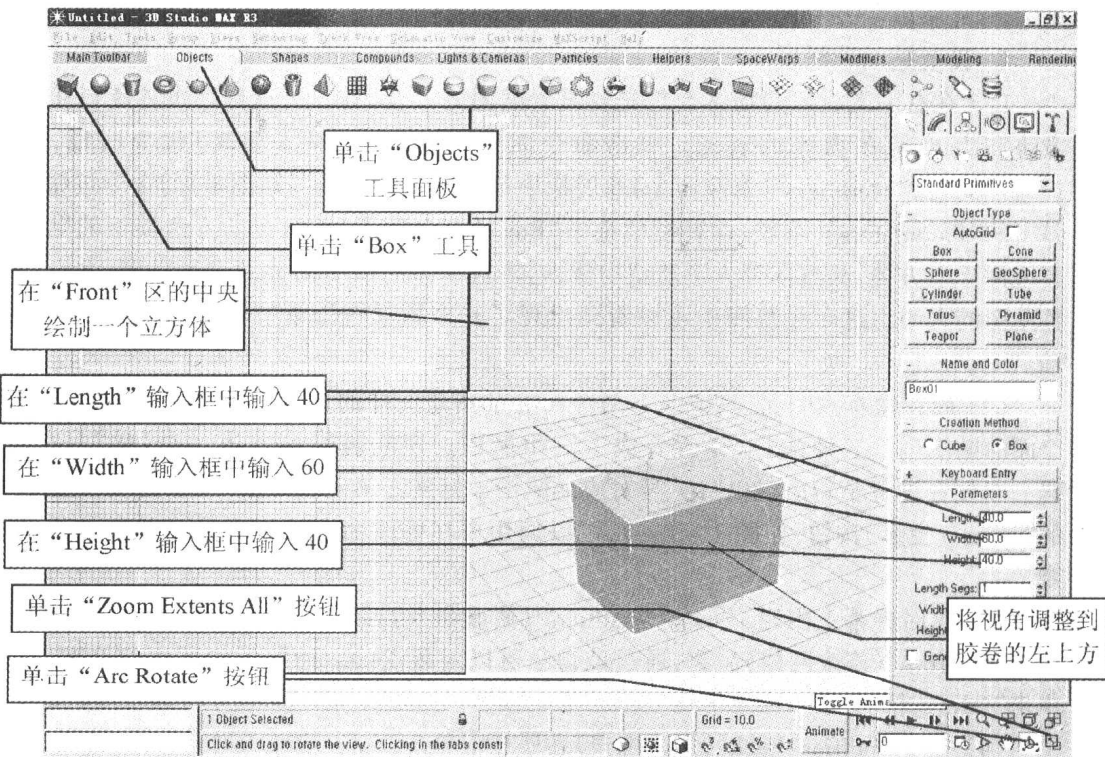

图 1-1-4
(1) 在工具栏中单击“Objects”(三维造型体)工具面板,如图 1-1-4,再单击“Box”(立方体)工具,在“Front”(前)视图区的中央绘制一个立方体。
(2) 在屏幕右边命令面板中的“Parameters”(参数)卷展栏中的“Length”(长度)输入框中输入胶卷的长度为 40,如图 1-1-4,在“Width”(宽度)输入框中输入胶卷的宽度为 60,“Height”(高度)输入框中输入胶卷的高度为 40,然后单击“Enter”键。
(3) 单击视图控制区中的“Arc Rotate”(圆形旋转)按钮,如图 1-1-4。这时在“Perspective”(透视)视图区中单击鼠标,可以看到一个四周带有四个方框的圆形,在圆形中移动鼠标,可以调整观看的角度,将视角调整到胶卷的左上方。
(4) 单击视图控制区中的“Zoom Extents All”(全部最大显示)按钮,如图1-1-4。这时我们看到四个视图中的物体以最大显示方式显示出来。这样一个柯达胶卷的立体模型就制作完成了。